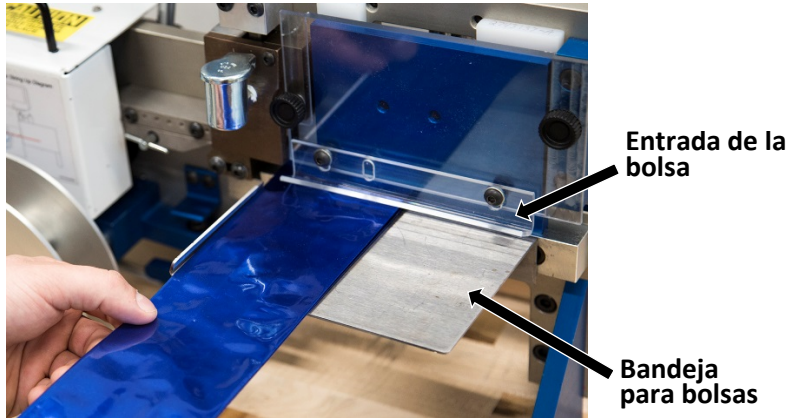

Fig. 20
- Coloque una bolsa vacía en la bandeja para bolsas. Deslice la bolsa hacia la izquierda hasta que haga contacto con el borde de la bandeja para bolsas. (Fig. 20)